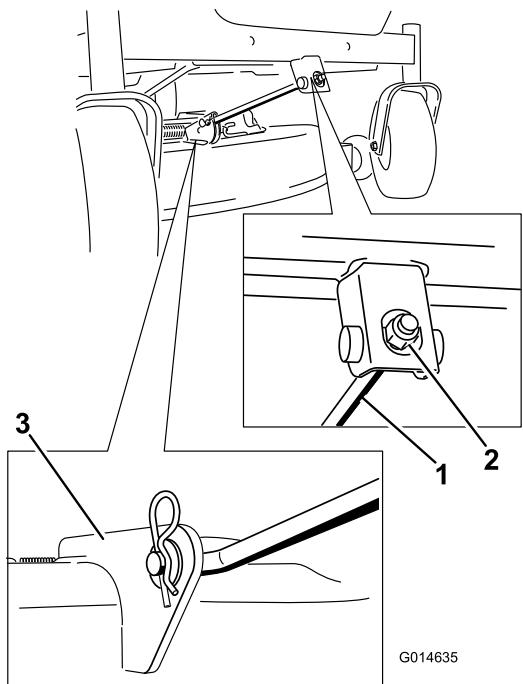

Figure 57
- Retirez la goupille fendue de la tige de support avant et déposez la tige du support de tablier (Figure 57). Abaissez doucement l'avant du tablier de coupe au sol.
- Fixez la tige de support avant au tablier de coupe à l'aide de l'axe de chape et de la goupille fendue (Figure 57).